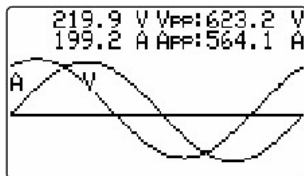

Imagen 2 (5-7)
2. Conectar las señales de tensión y corriente. La pantalla LCD mostrará las formas de onda (según **Imagen 2**)
3. Pulsando la tecla FUNC una vez, la pantalla cambia a **Imagen 2**. Pulsarla de nuevo para regresar a **Imagen 1**.